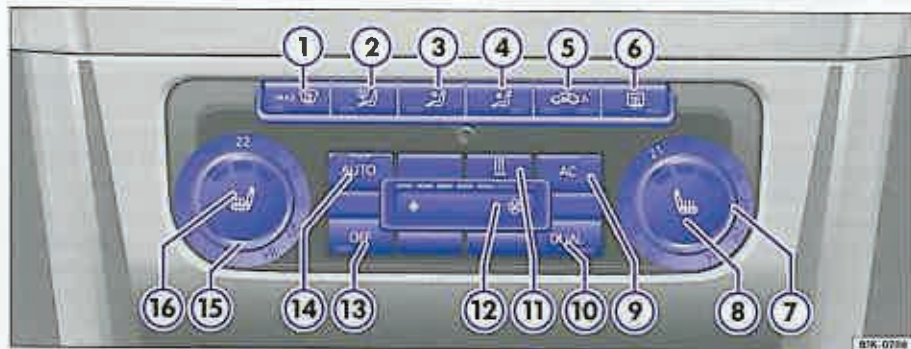

Fig. 111 În consola centrală: Elemente de comandă Climatronic.
– Apăsați una din tastele ⇒ pagina 124, fig. 111" ① - ⑤, sau acționați regulatorul ⑫ ⑬. Lampa de control din tasta AUTO ⑭ se stinge.